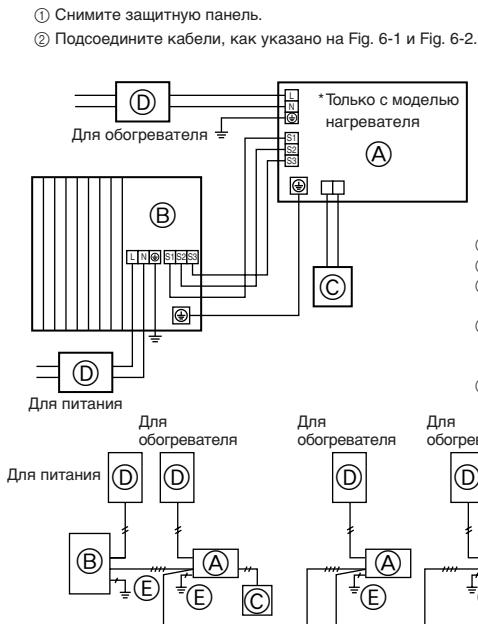
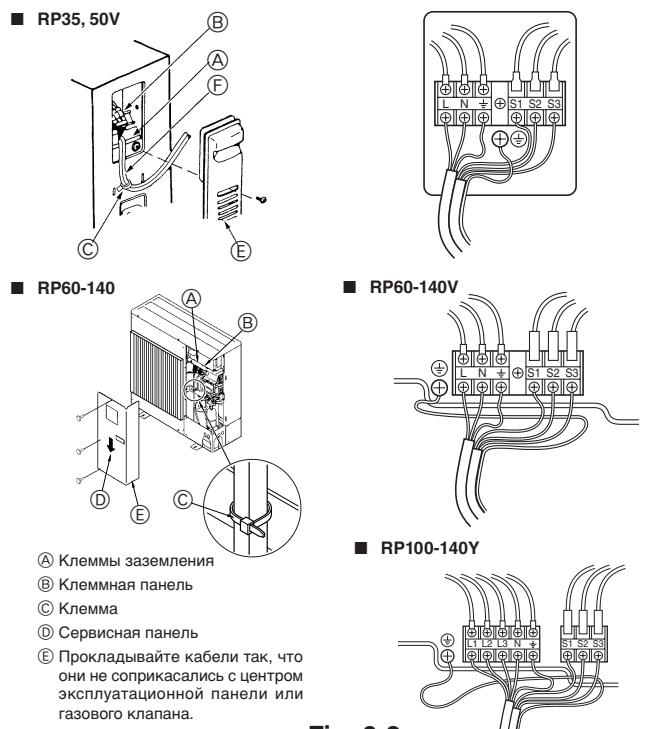

Fig. 6-1
Fig. 6-2
6.1. Наружный прибор (Fig. 6-1, Fig. 6-2)